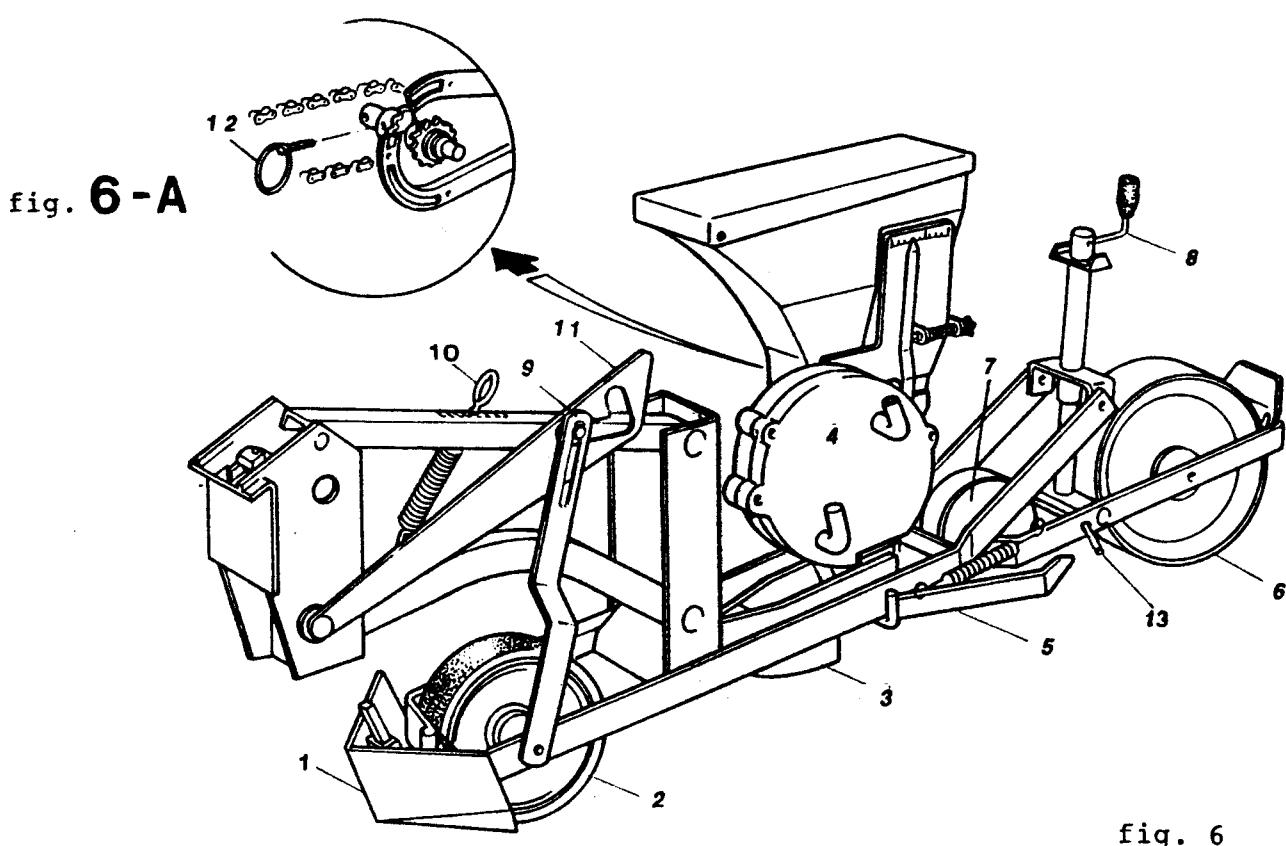
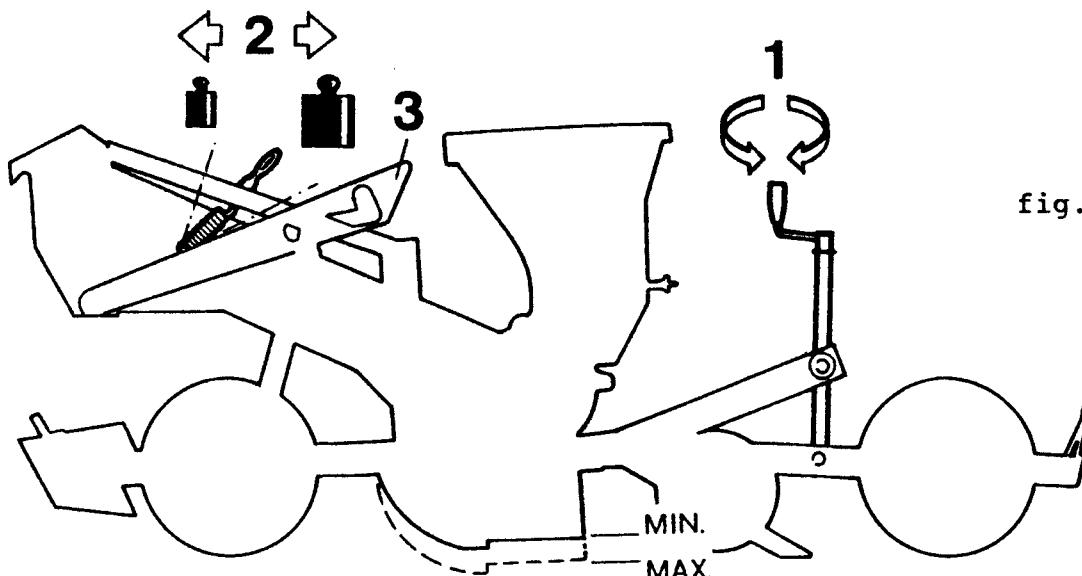

fig. 6
fig. 7
L'indice graduato non indica la profondità in cm, ma serve per regolare tutti i seminatori in ugual misura. Dopo alcuni metri di semina controllare l'esattezza della profondità. Se la penetrazione del falciione assalciatore nel terreno dovesse risultare insufficiente o eccessiva, registrare la tensione della molla (2, fig.7), per modificare la pressione del falciione sul terreno. Se durante la semina il ruotino (7, fig.6) provocasse intasamenti col terreno, si consiglia di escluderlo, utilizzando la spina (13). Regolare la pressione dei coprisemi, agendo sulle relative molle.
Sfilare la spina (12, fig.6/A) dal pignone del distributore semi ed infilarla nel foro esterno dell'albero portapignone. Sollevare ed agganciare il seminatore con la leva (11). Alzare e fermare l'oscillazione del bilanciere con il bloccaggio (3, fig.7).
Check that planting units are perpendicular to the ground, by adjusting the length of the third point arm (fig.2). DEPTH ADJUSTMENT. It is important to place the seed at a proper depth to facilitate sprouting. Move the handle to vary the height of the shoe, thus determining seed depth (1, fig.7).
NOTE! The graduated scale is just for regulating all planting units at the same depth; it does not show any depth measurement (centimeter or inch). After some working meters, check that the seed depth is the one you desire. PRESSURE ADJUSTING SPRING. The action of the shoe becomes more effective by the pressure exerted by the spring (10, fig.6). Pressure needs different adjustments
according to the different working conditions. Penetration into the soil is increased or decreased by varying the position of the spring (2, fig.7). SEED PRESS WHEEL. During planting, if the wheel (7, fig.6) creates clogging, it could be lifted and stopped with latch (13). To adjust pressure of seed coverers operate on their springs.
Unthread the pin (12, fig.6/A) and put it into the outside hole. Lift the planting unit and hook the lever (3).
REGLAGE DE LA PROFONDEUR. pour une bonne émergence des plantules, il est très important que les graines soient mises en place à la profondeur exacte, en le lit de semence. En tournant la poignée de réglage, on fait varier dans le sens vertical la position du soc du semoir, déterminant par là la profondeur à laquelle les graines seront dépausées (1, fig.7). L'échelle graduée n'indique pas la profondeur en centimètres, mais vous permet de régler tous les socs d'un même semoir à un profondeur identique. Après quelques mètres de semis, contrôler l'exactitude de la profondeur.
REGLAGE DE LA PRESSION DU SOC. La force de pénétration du soc dans le terrain dépend directement de la tension imprimée à la ressort. Diverses conditions de travail peuvent conduire à entreprendre un réglage différent de cette force de pénétration, autrement dit de la tension de ce ressort. Pour ce faire, tirer le ressort vers l'avant ou vers l'arrière, selon que vous voulez réduire ou augmenter la force de pénétration du soc (fig.7).